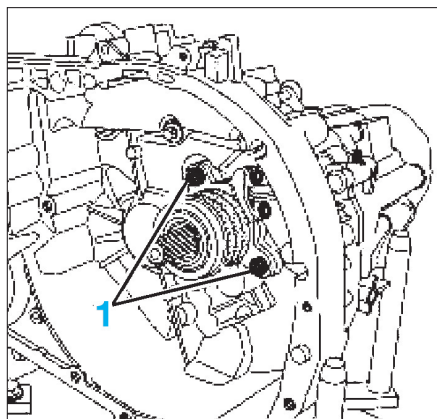

FIG. 7
- Déposer (fig. 7) :
- les deux vis de fixation (1) de la butée d'embrayage.